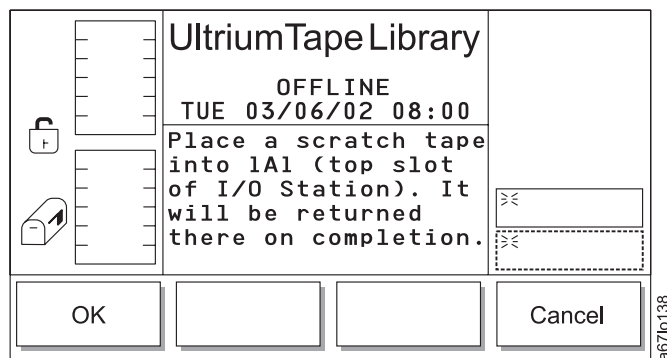

Abbildung 42. Anzeige für schnellen Lese-/Schreibtest
- d. Wählen Sie **OK** aus. Die Anzeige für schnellen Lese-/Schreibtest erscheint (siehe Abb. 42).
Tabelle 10. Übersetzung von Abb. 42, Anzeige für schnellen Lese-/Schreibtest